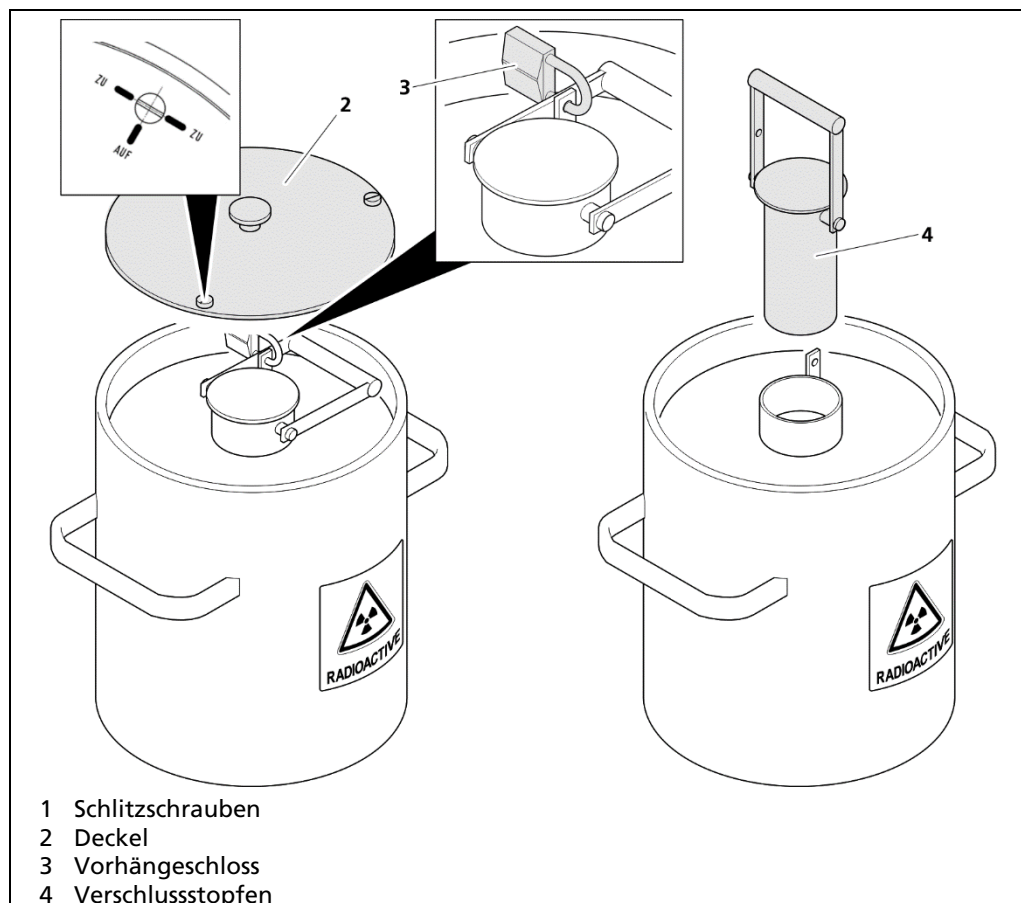

Abb. 7 Transportabschirmung öffnen
3. Drehen Sie die drei Schlitzschrauben in Position AUF (Abb. 7, Pos.1) und entfernen Sie den Deckel (Abb. 7, Pos.2).
4. Entfernen Sie das Vorhängeschloss (Abb. 7, Pos.3).
5. Ziehen Sie den Verschlussstopfen (Abb. 7, Pos.4) am Hebel senkrecht nach oben.